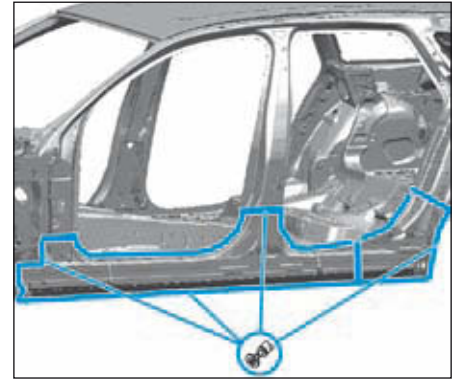

FIG.48
- Retirer les morceaux des tôles restant (Fig.48).